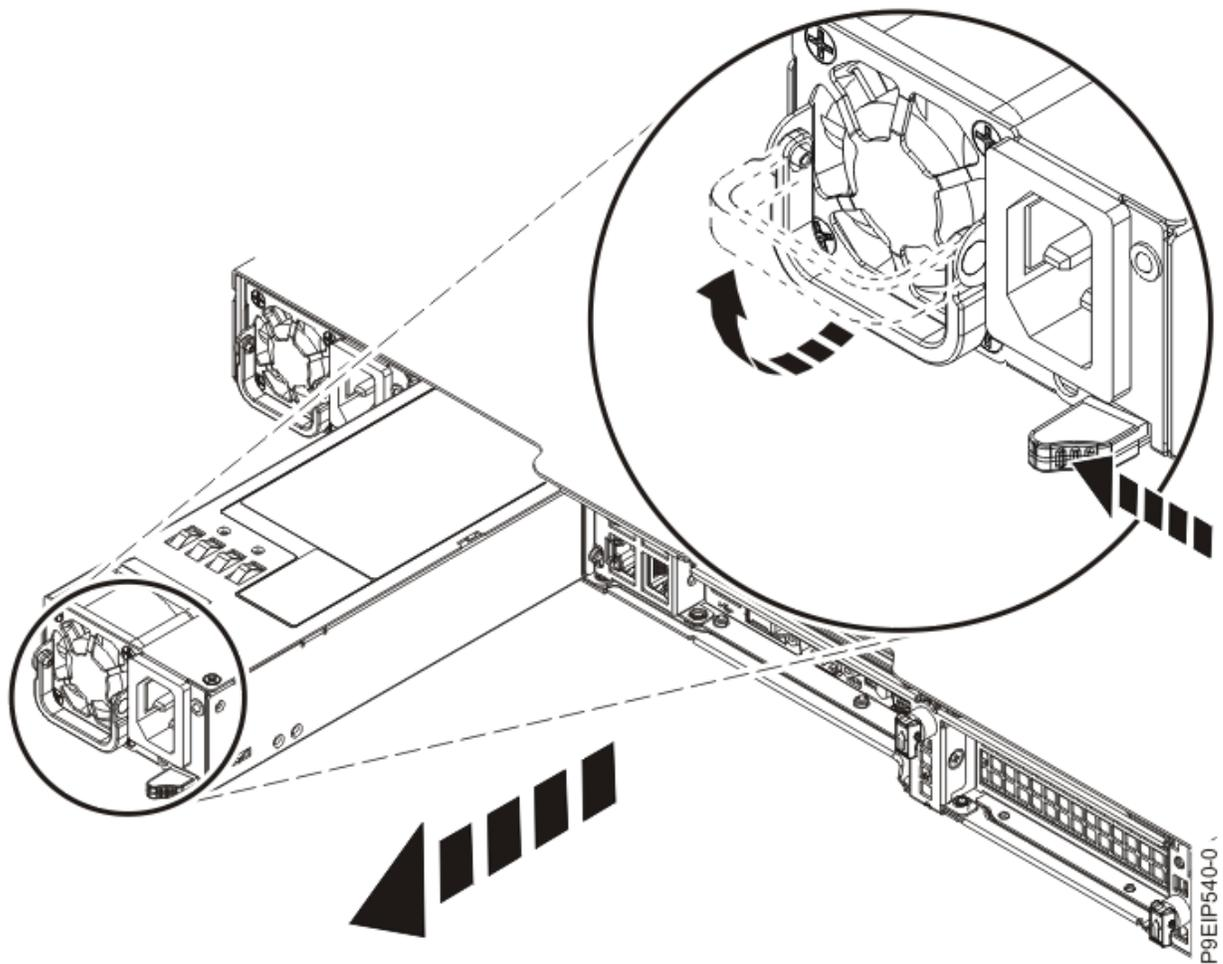

Abbildung 27. Ausbau eines Netzteils aus dem System
- a) Um das Netzteil aus seiner Position im System zu lösen, drücken Sie die Sperrzunge nach links (siehe Abbildung 27 auf Seite 33).